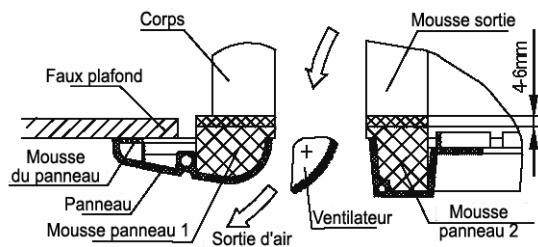

Figure 12
- e. Continuez à serrer les vis sous les suspensions du panneau jusqu'à ce que l'épaisseur de la matière spongieuse située entre le corps principal et la sortie du panneau soit d'environ 4~6 mm. Le rebord du panneau doit entrer parfaitement en contact avec le plafond. (cf. figure 12)